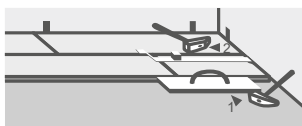

Рисунок 15
11.12 При необходимости произвести подбивку каждого уложенного ряда Art Vinyl Click со стороны паза с помощью подбивочного бруска и/или монтажной скобы и молотка (см. Рисунок 15).